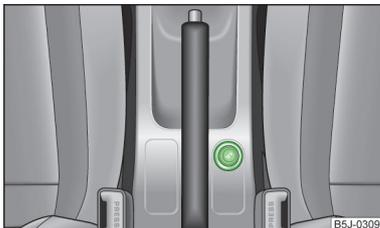

Fig. 78
- Pulsar el botón del mechero del encendedor » fig. 78.
El enchufe de 12 voltios (en lo siguiente solamente como enchufe) se encuentra en la consola central adelante » fig. 78 de la página 87 y en el maletero » fig. 79.